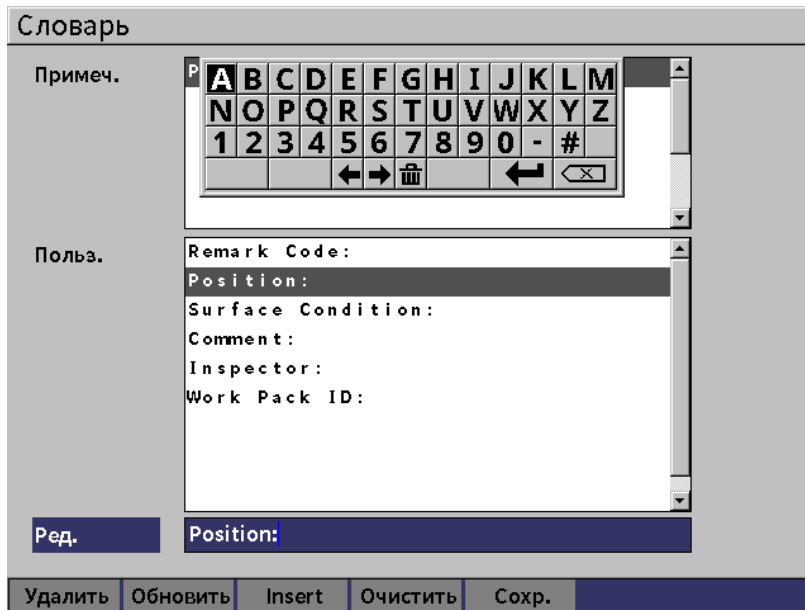

Рис. 9-21 Страница Словарь (Примечание) – Редактирование метки
7. Введите текст (до 32 символов), используя виртуальную клавиатуру, ручку регулятора и клавишу Enter (см. Рис. 9-21 на стр 130).